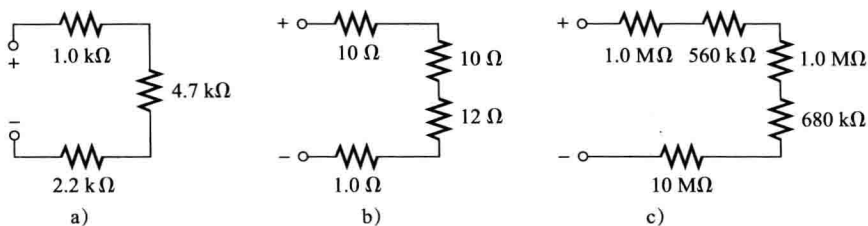

图 4-68 习题 7 图
7. 求图 4-68 中每个电路的 R_T 。说明如何用欧姆表测量 R_T 。